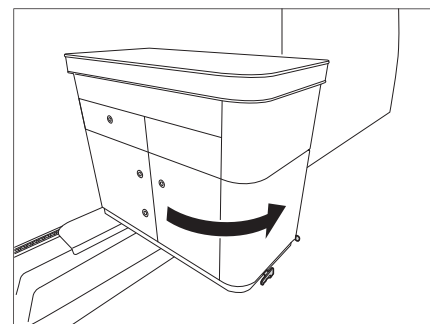

Figura 29 Girar hacia afuera bloque de cocina
- Girar hacia arriba el bloque de cocina (Figura 29).